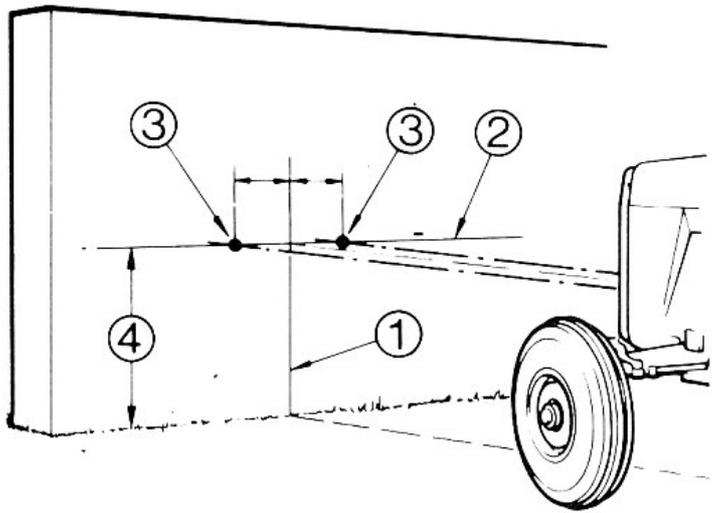

FIG. 35
1. (Fig. 35). Placer le tracteur perpendiculairement à deux mètres d'un mur ou d'un écran.
3. Tracer une ligne verticale (1) par ce point.
4. Tracer une ligne horizontale (2) coupant la ligne verticale (1) à hauteur des phares (4).
5. Faire deux points (3) sur la ligne horizontale espacés de la distance entre les centres des deux phares et équidistants de la ligne verticale (1).
6. Régler séparément chaque phare en masquant l'autre de façon que les points (3) tracés sur le mur ou l'écran soient au centre du faisceau. On peut trouver le centre du faisceau en repérant les extrémités du faisceau à la fois dans le sens vertical et dans le sens horizontal et en divisant par deux.